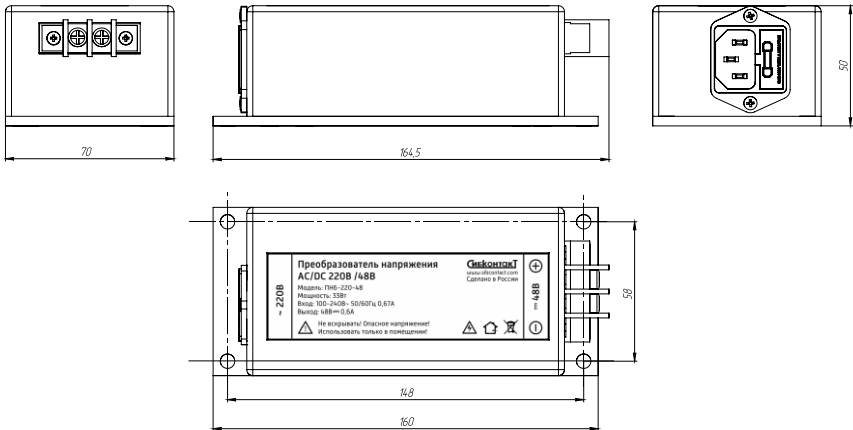

Рисунок 1 Внешний вид преобразователя
5.1 Конструктивно преобразователь напряжения ПН6-220-48 состоит из следующих основных элементов (см. Рисунок 1):